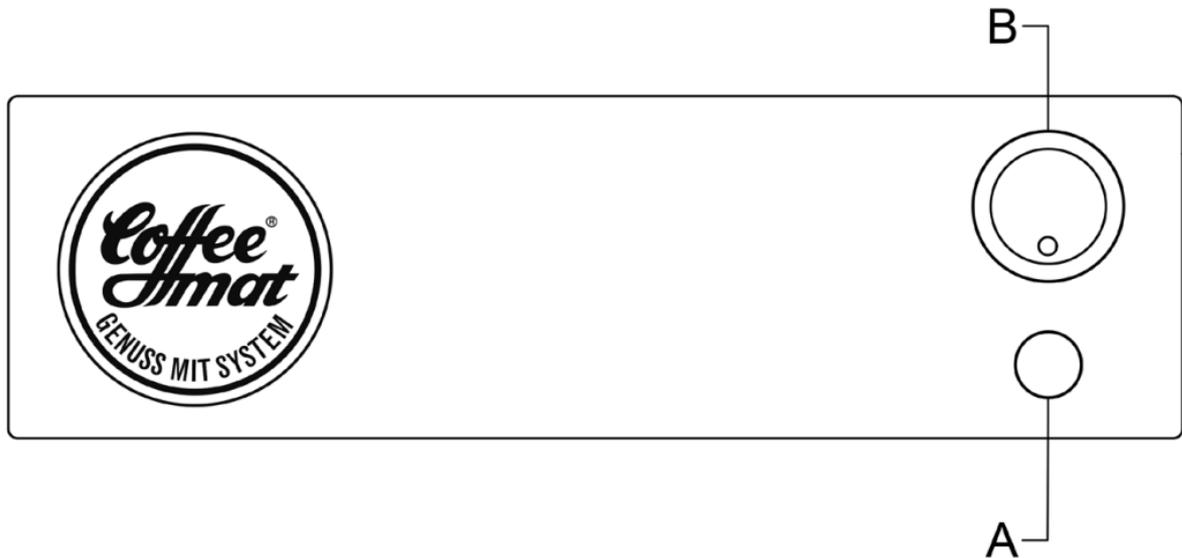

Abbildung 2: Bedienfeld
- Halten Sie Ihre linke Hand an der Oberseite des Schauglases und drücken dann mit der rechten Hand die Rippen nach oben (Bild 2).